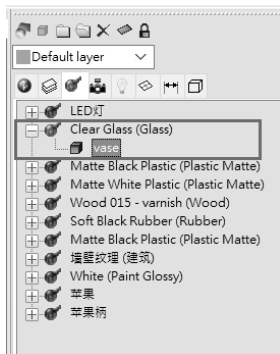

图 8-32 基于材质寻找对象
2) 单击名为“Clear Class(Glass)”的材质左侧的“+”号，此时显示出“vase”(瓶子)这个对象，如图 8-32 所示。这表示当前选中的材质赋予在对象“vase”上面。